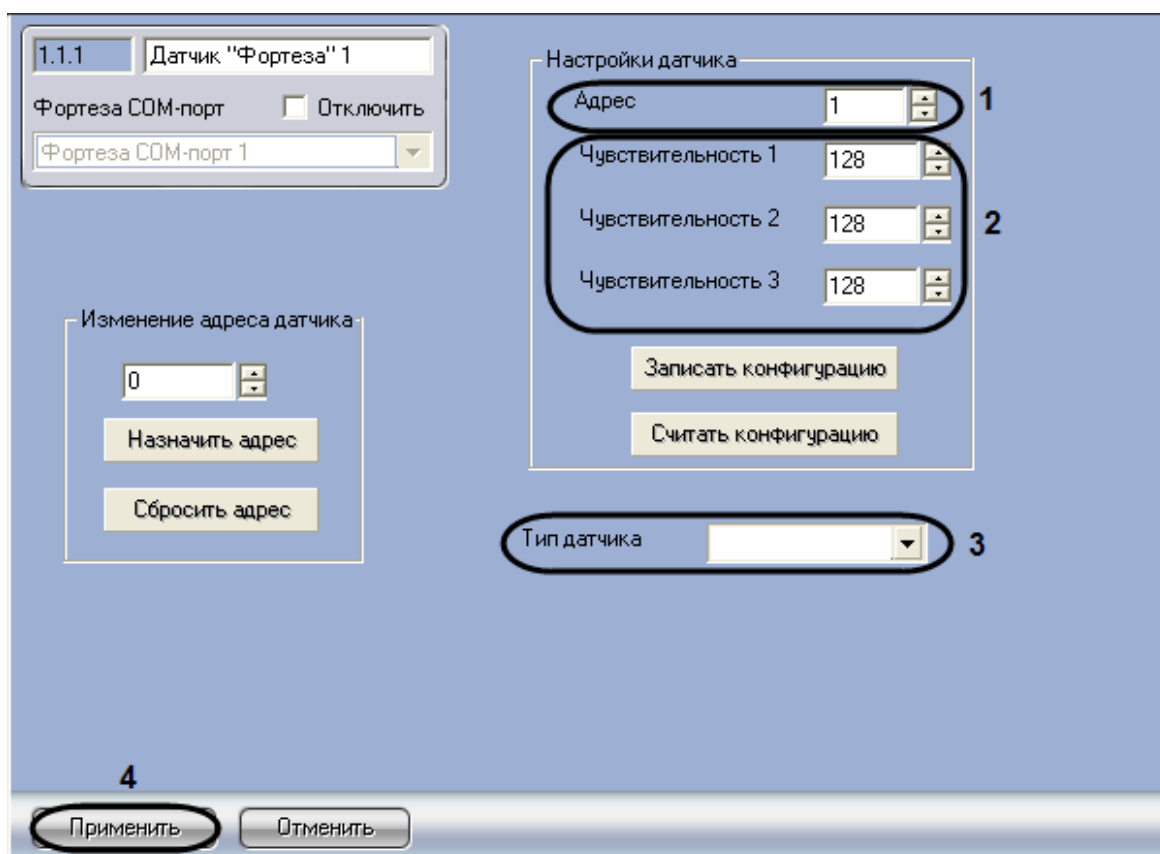

Рис. 3.6—2 Настройка датчика Фортеза
2. В поле **Адрес** указан аппаратный адрес датчика *Фортеза* (см. Рис. 3.6—2, 1). Адрес считывается из устройства при автоматическом построении дерева объектов. Для изменения адреса следует воспользоваться группой **Изменение адреса датчика** (см. раздел *Изменение адреса датчика*).
3. Установить значения параметров *Чувствительность* с помощью кнопок **вверх-вниз** (см. Рис. 3.6—2, **2**).